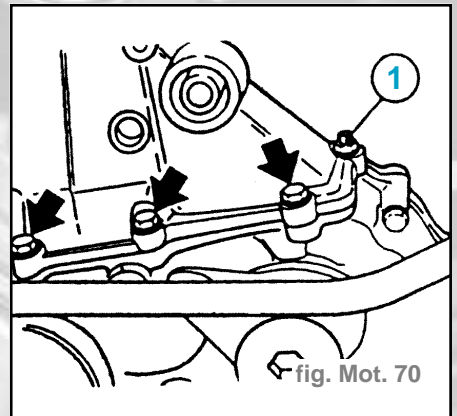

fig. Mot. 70
- Défaire les écrous du couvercle du carter de distribution (fig. Mot. 70).